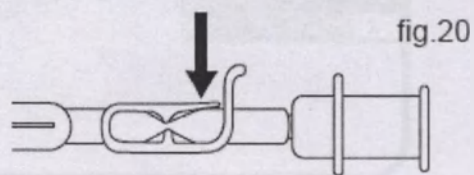

fig. 20
9. Пережмите зажимом входную трубку мешка (Рис. 20).